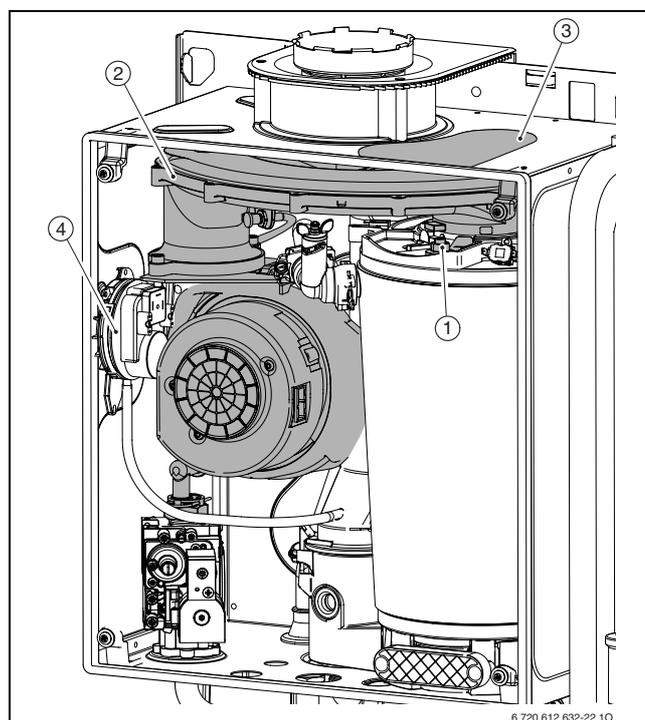

Fig. 42
- Togliere il coperchio fig. 42.